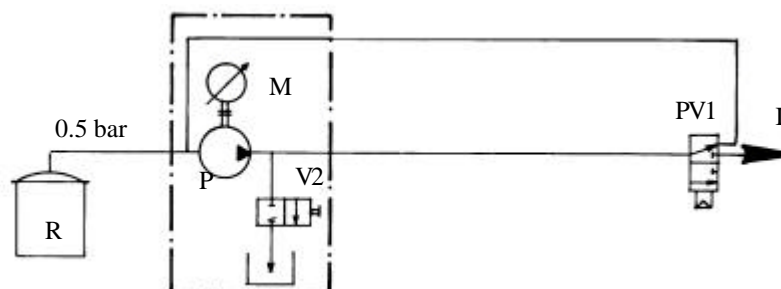

Figure 8
5.2. MONTAGE AVEC CIRCUIT RETOUR ET VANNE DE VIDANGE (VOIR FIGURE 8)
Le fonctionnement est identique à celui de la **figure 8** § 5.2 avec la commande de vidange assurée par une pneumovanne **PV4** en lieu et place de la commande manuelle **V2**.